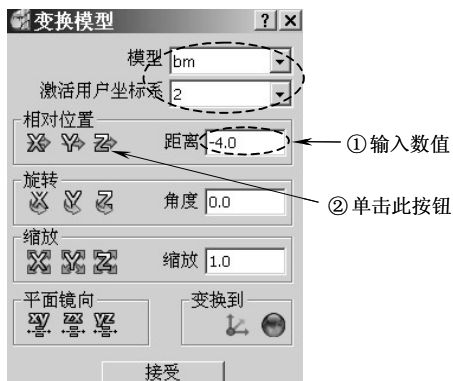

图 11-44 移动补面
2) 移动补面：在 PowerMILL 资源管理器中右击“模型”树枝下的模型“bm”，在弹出的快捷菜单条中单击“编辑”→“变换”，打开“变换模型”表格，按图 11-44 所示设置编辑参数。